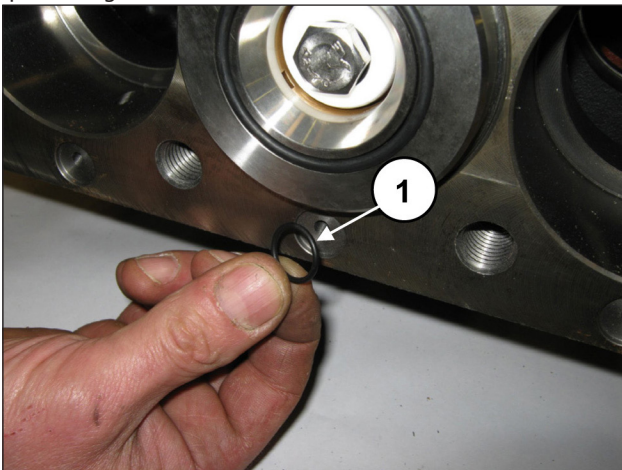

Fig. 161
Aplique os seis anéis circulares frontais do carter da bomba (pos. ①, Fig. 161).